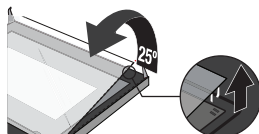

Figure 4
4. Séparer la vitre avec précaution en le soulevant d'environ 25° (figure 4).